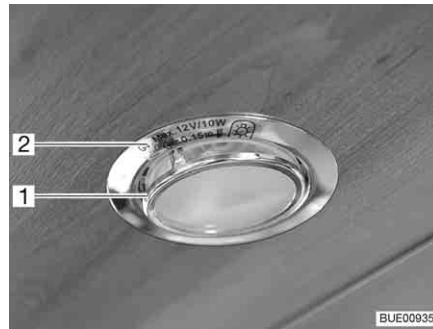

Bild 296 Infälld halogenlampa (platt)
Den infällda halogenlampan (Bild 296,2) är monterad i ramen.
- Lyft av den inre täckringen med glasskiva (Bild 296,1) med ett lämpligt verktyg (t. ex. en skruvmejsel) från lamphuset.